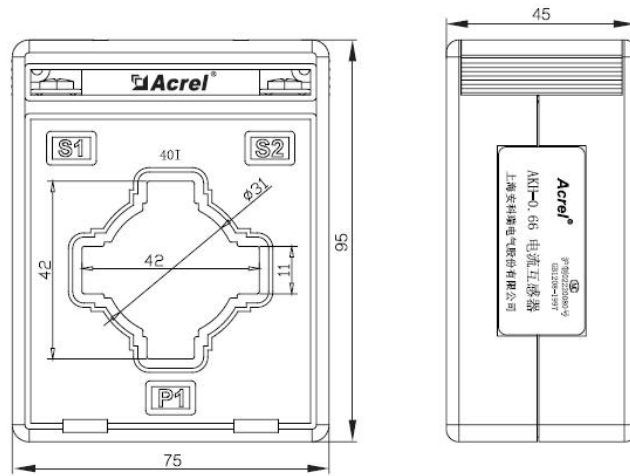

图10 250A规格电流互感器外形尺寸
5.3.2 250A 规格电流互感器外形尺寸如图10所示（单位：mm）：